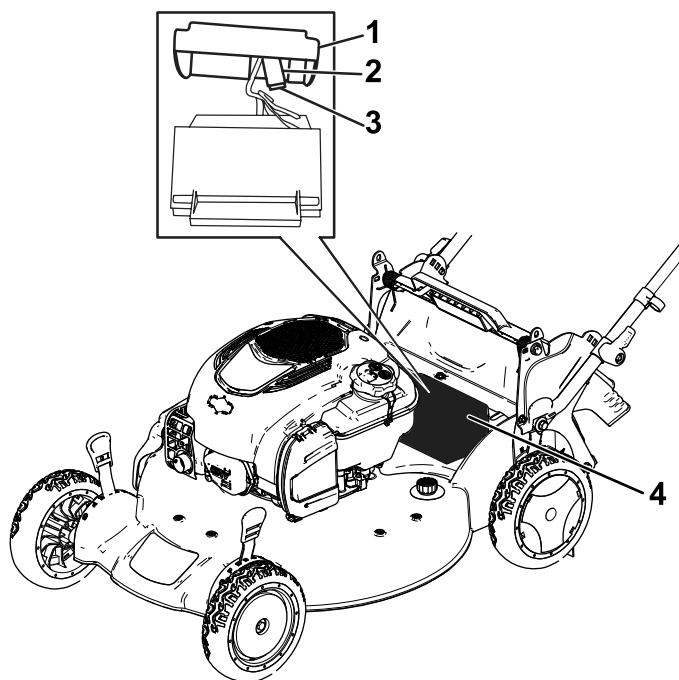

Figura 30
1. Retire la tapa del compartimento de la batería (Figura 30).
2. Retire la batería y localice el fusible (Figura 30).
- Cambie el fusible del portafusibles (Figura 30).
- Instale la tapa sobre el compartimento de la batería (Figura 30).